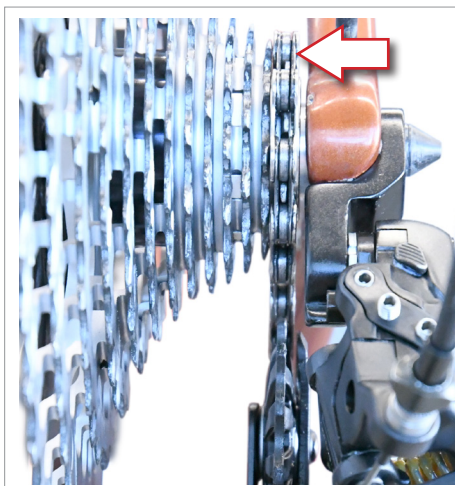
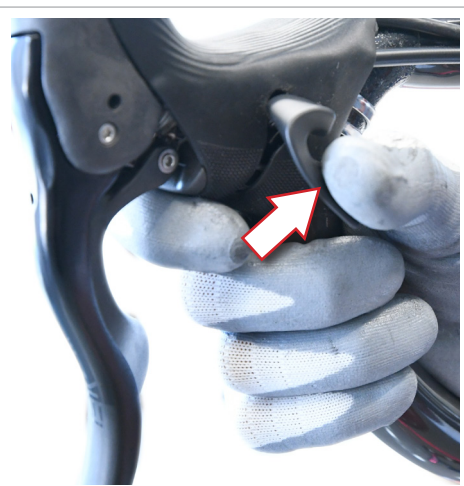

Fig.7
Fig.8
• Effettuate questa operazione con la catena posizionata sul pignone più piccolo (Fig. 7) della ruota libera e con il pulsante del comando Ergopower™ azzerato (Fig. 8).